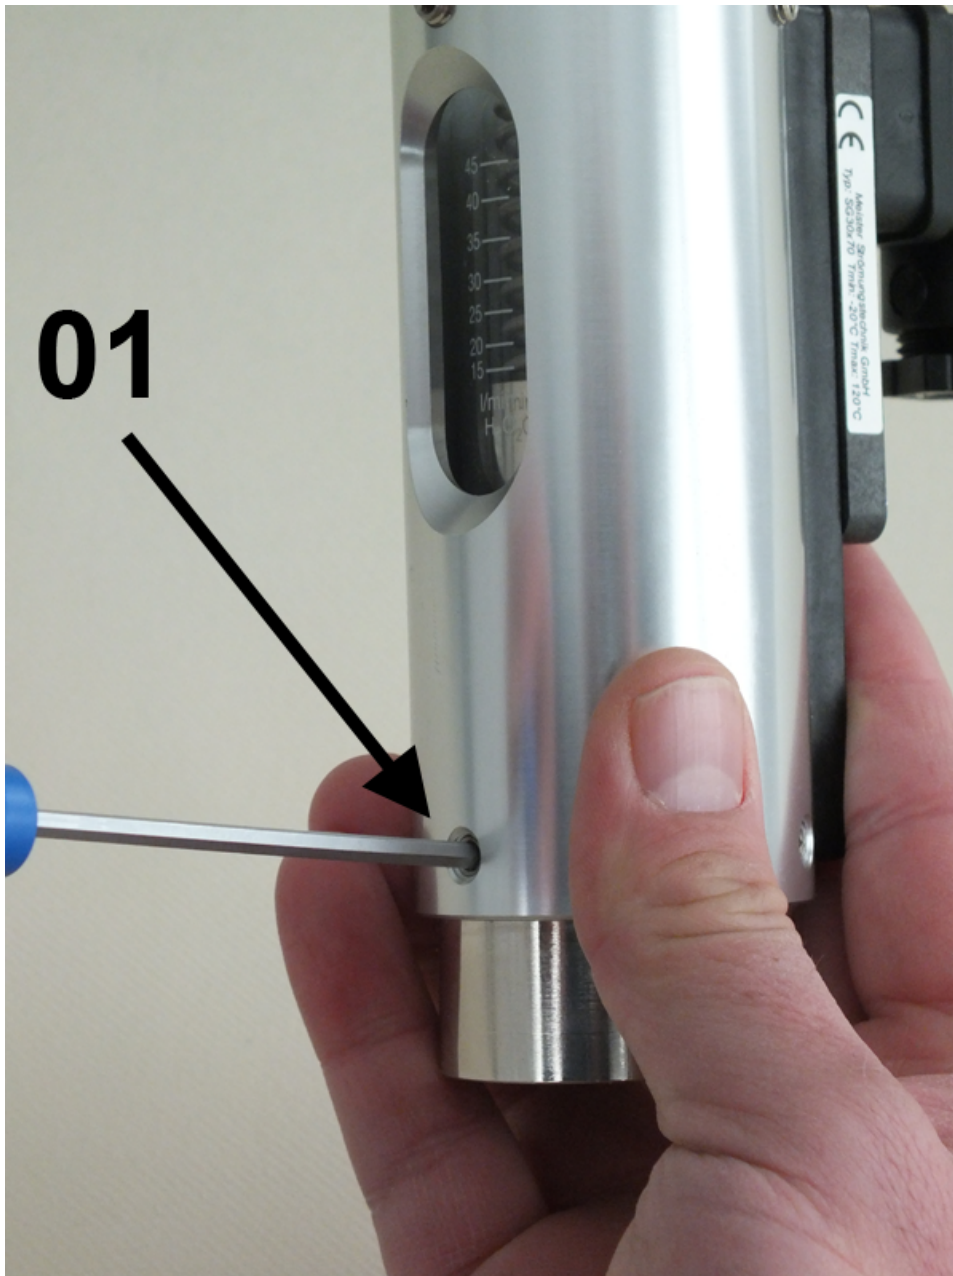

Abb. 53: Verschraubung (Eingang) befestigen
9.  Verschraubung (Eingang) mit 3 Innensechskantschrauben (Abb. 53/01) an der Gerätehülse befestigen, dabei Drehmoment beachten